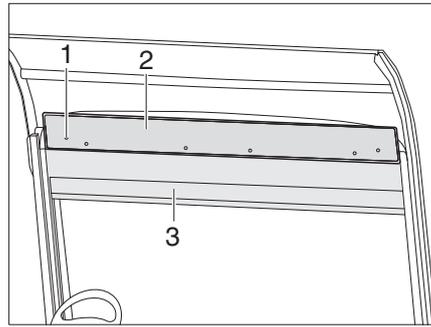
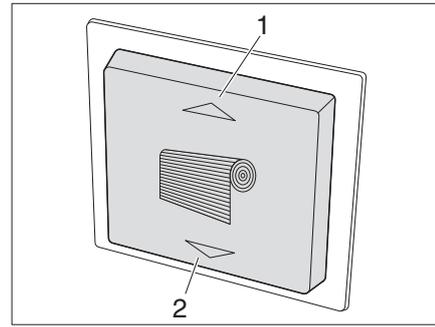

Bild 78 Elektrischer Rollo für die Frontscheibe
Bild 79 Schalter für Rollo
*Schließen:* ■ Taste (Bild 79/2) drücken. Der Rollo (Bild 78/3) fährt nach unten.
*Öffnen:* ■ Taste (Bild 79/1) drücken. Der Rollo (Bild 78/3) fährt nach oben.
- 6 Schrauben (Bild 78/1) am Rollokasten abschrauben und Blende (Bild 78/2) abnehmen.
- Kurbel in einen der beiden Motoren einhängen und Rollo (Bild 78/3) herauf- bzw. herunterfahren.